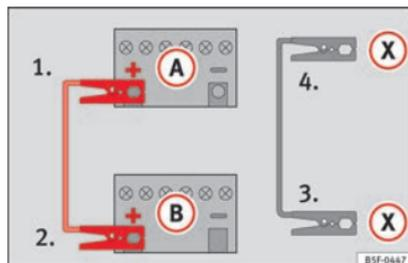

Fig. 68 Esquema de ligação para veículos com sistema Start/Stop.
- Em veículos com sistema Start-Stop:* ligar uma extremidade do cabo *preto* de emergência **(X)** a um terminal de massa adequado, a uma peça de metal maciça que esteja aparafusada ao bloco do motor, ou ao próprio bloco do motor » **Fig. 68.**